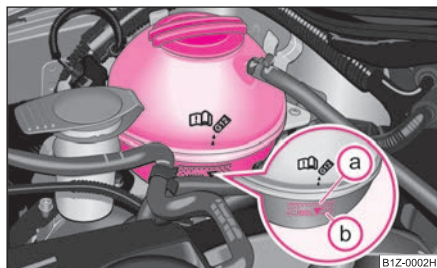

Fig. 199 Compartimentul motor: Vasul de expansiune al lichidului de răcire
- Verificați nivelul lichidului de răcire din vasul de expansiune ⇒ fig. 199. Când motorul este rece, nivelul lichidului de răcire trebuie să se afle între marcasele (b) (MIN) și (a) (MAX). Când motorul este cald, nivelul lichidului de răcire poate fi și puțin peste marcajul (a) (MAX).
- Puneți o lavetă pe capacul vasului de expansiune ⇒ pagina 213, fig. 199 și desfaceți capacul **cu grijă** spre stânga ⇒ .